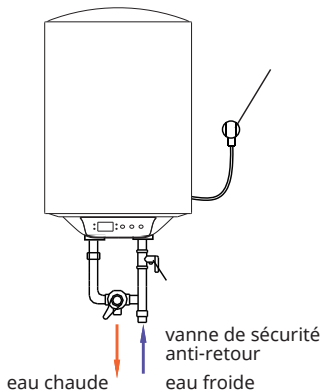

Fig. 5
**Attention :** La vanne multifonction fournie avec le chauffe-eau doit être installée sur l'entrée d'eau froide du chauffe-eau (voir fig. 5).